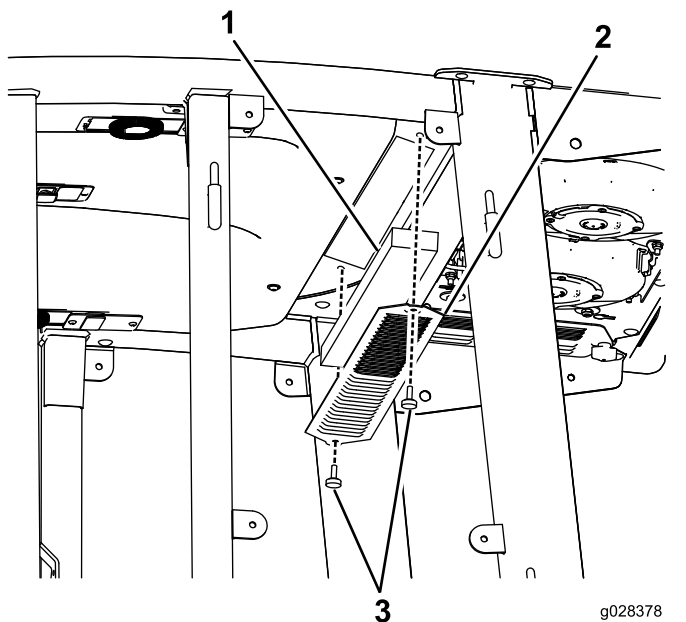
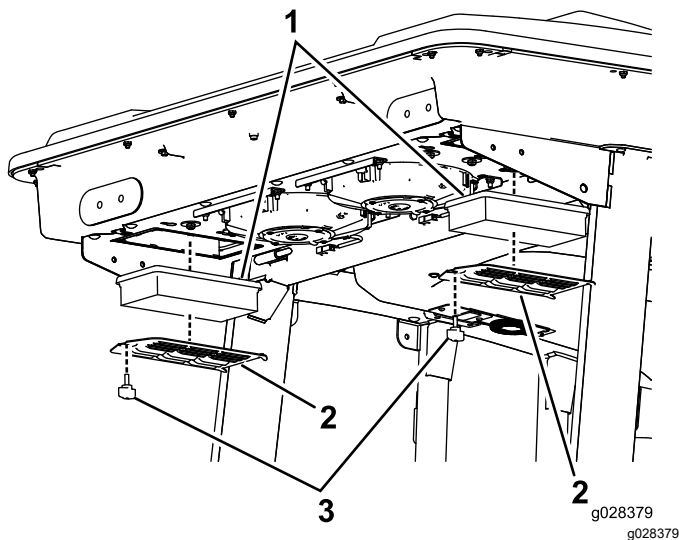

Figura 102
Figura 103
1. Retire los tornillos y las rejillas que cubren el filtro interior y el trasero de la cabina (Figura 102 y Figura 103).